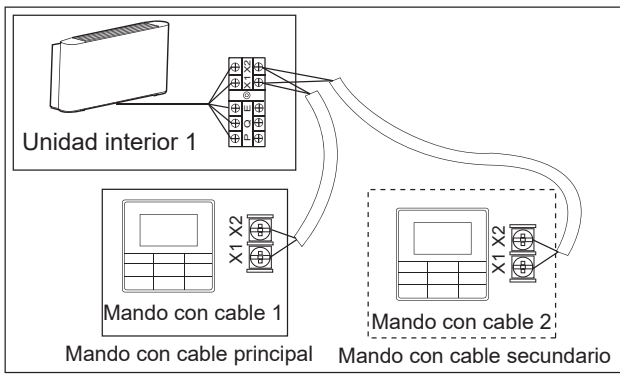

Figura 6.7
- Utilice 1 mando con cable para controlar 1 unidad interior o 2 mandos con cable (uno principal y otro secundario) para controlar 1 unidad interior (consulte la Figura 6.7).